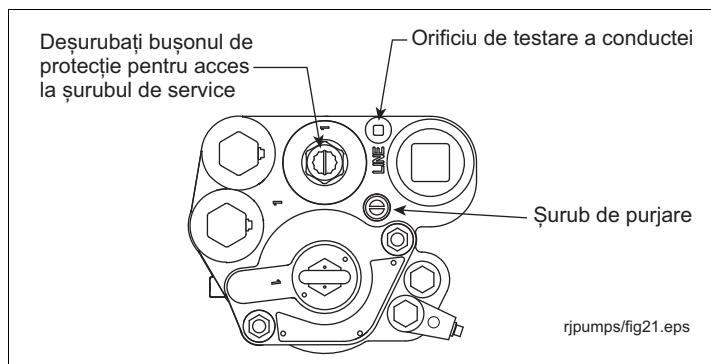

Figura 24. Poziția șurubului de service, orificiului de testare a conductei și șurubului de purjare a aerului
- Scoateți bușonul de la orificiul de testare al conductei (vezi Figura 24). Aplicați presiune de testare a conductei la orificiul de testare al conductei (maxim 50 psi [345 kPa]).
- Rotiți șurubul de purjare a aerului cu 2 - 3 ture în sens antiorar (vezi Figura 24).
- Scoateți și păstrați bușonul de protecție de pe șurubul de service și rotiți șurubul în sens orar (vezi Figura 24). Pe măsură ce șurubul se apropie de poziția de jos, veți auzi cum sistemul se depresurizează. Continuați să rotiți șurubul până la refuz.